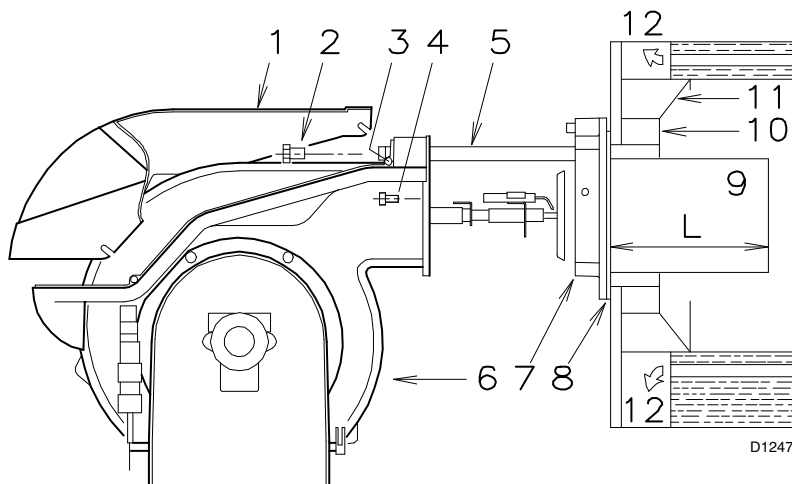

Fig. 7
Para as caldeiras com a frente refrigerada por água, não é necessário o revestimento refractário 10)-11) (Fig. 7), excepto se o fabricante da caldeira assim o indicar.
Fixar a flange 7) (Fig. 7) à placa da caldeira, intercalando a junta 8) (Fig. 7) fornecida. Usar os 4 parafusos fornecidos, depois de haver protegido a rosca com um produto antibloqueio.
- Abrir o queimador sobre as guias como se indica (Fig. 7 Pág. 9).